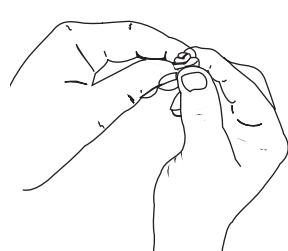

Fig. 26
5. Apriete el filtro para esparrir y retirar el exceso de aceite (Fig. 26).